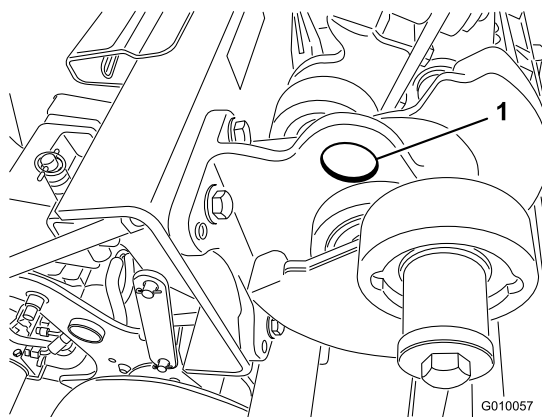

図 43
**注** ホイストがある場合には、機体の後部をホイストで吊り上げてください。その場合、コアリング・ヘッドのベアリング・ハウジングについているアイを吊り上げポイントとして利用します (図 43)。